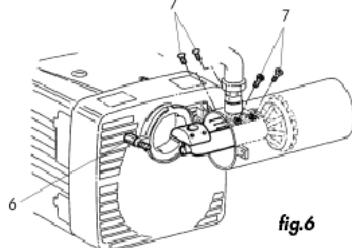

fig.6
- Чтобы обеспечить доступ к соплу и к электродам, снимите винт шарнира **6** и винты **7** (рис. 6 – ЕМ 26-Е).
- Чтобы обеспечить доступ к соплу и к электродам, снимите штифт **6** и винт **7**, ослабьте стопорную гайку **8** и отвинтите винт **9** (рис. 6А – ЕМ 35-Е).